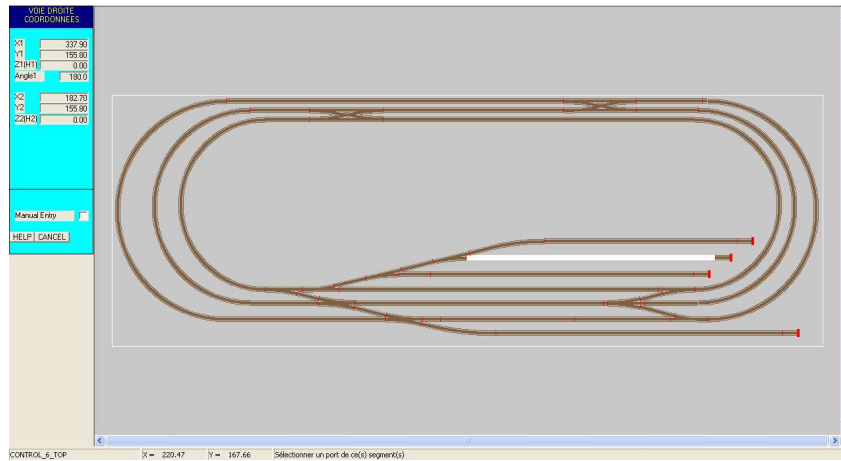

Figure MOVE-2: Sélection du segment à déplacer
- Cliquer sur le segment à déplacer (avec le bouton gauche de la souris). Le segment sélectionné est redessiné en blanc: voir figure MOVE-2.